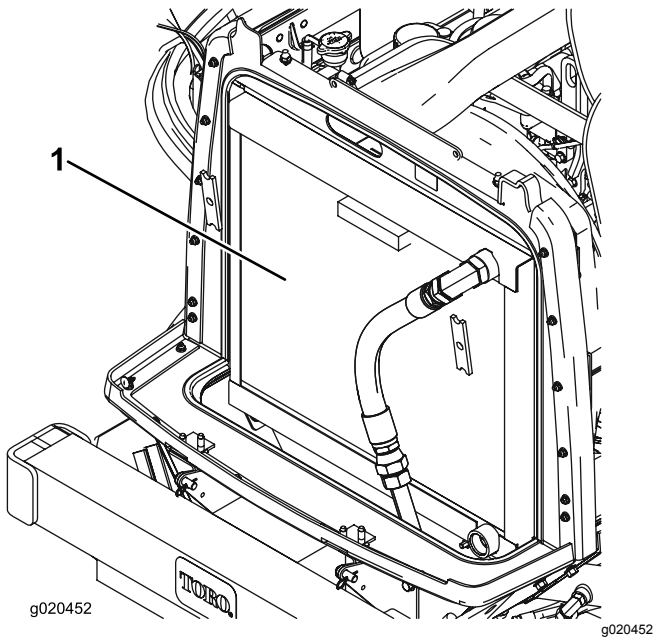

Figura 96
3. Limpie a fondo ambos lados de la zona del radiador/enfriador de aceite con aire comprimido (Figura 96).